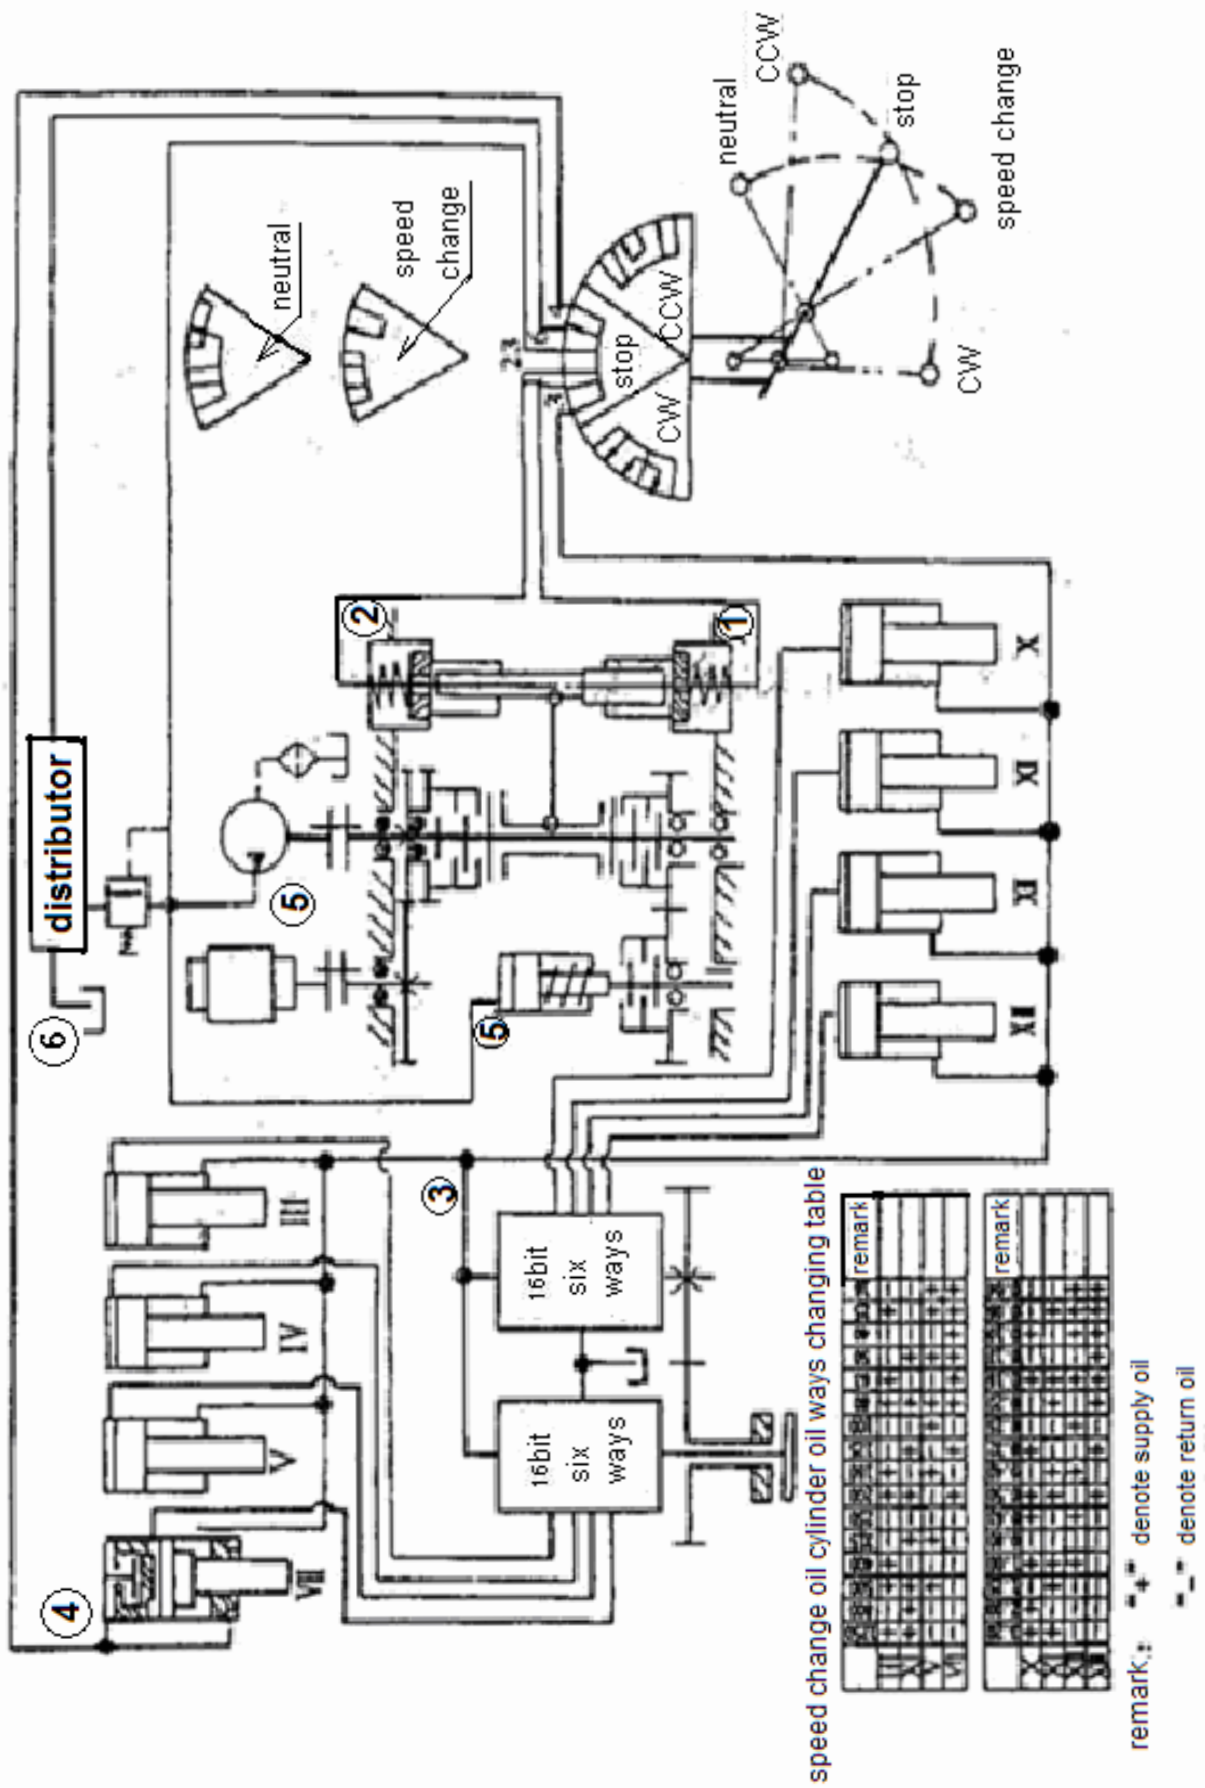

Рис. 8.2
8.1. Управление гидравлической системой (рис. 8.2)